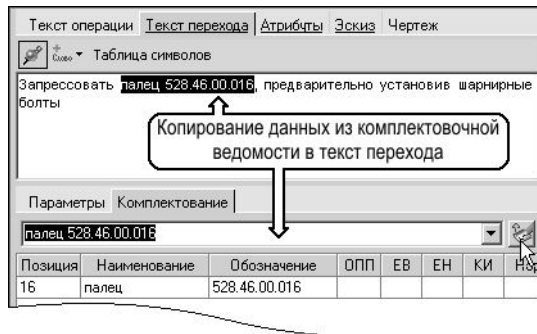

Рис. 9.28. Копирование данных из ведомости
Данные из комплекточной ведомости можно вставить в текст перехода (рис. 9.28):
2. Нажмите кнопку ▼ раскрывающегося списка поля и выберите вид, в котором данные следует переместить в текст перехода¹. Например, данные о детали *Палец* из комплекточной ведомости, приведенной на рис. 9.28, можно перенести в текст перехода в различных видах: «Палец 528.46.00.016», «528.46.00.016 Палец (поз. 16)», «Палец» и т.д.